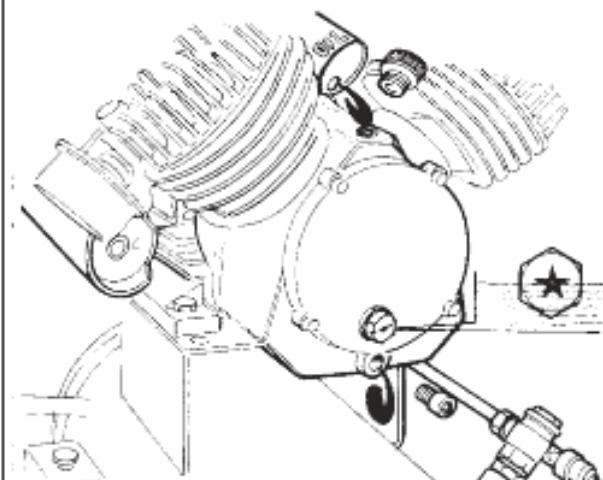
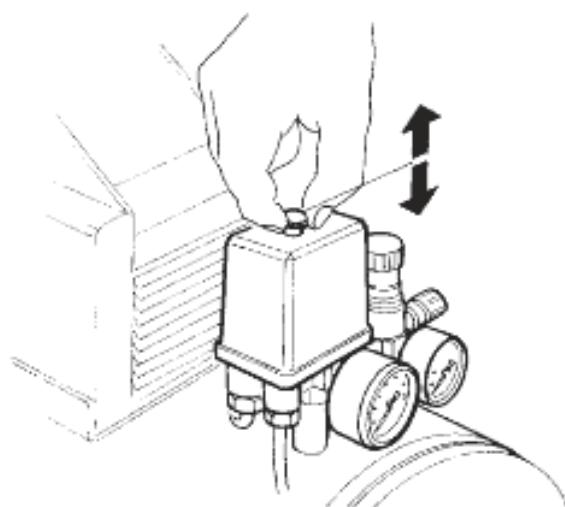

fig. 3.1
fig. 5
- veiller à ce que le bouton situé sur le pressostat (**fig. 5**) soit dans la position de repos “**OFF-0**”.
Après avoir effectué les susdits contrôles, enfoncez la fiche dans la prise de courant et amorcez le compresseur en appuyant sur le bouton du pressostat jusqu'à la position “**ON-1**” (**fig. 5**). Pour arrêter le compresseur, appuyez sur le même bouton, jusqu'à la position “**OFF-0**” (**fig. 5**). Dans les modèles CHB, contrôlez le niveau de l'huile moyennant le bouchon transparent le point rouge au centre du bouchon indique le niveau idéal (**fig. 3.1**).
Le fonctionnement du compresseur est réglé par l'action directe du pressostat (**fig. 5**) qui débranche l'alimentation du réseau du moteur lorsque la pression à l'intérieur du réservoir atteint la valeur programmée sur le pressostat (**15 bar**). Il la rebranche lorsque la pression atteint une valeur de quelque **2 bars** de moins par rapport à la pression d'exercice.